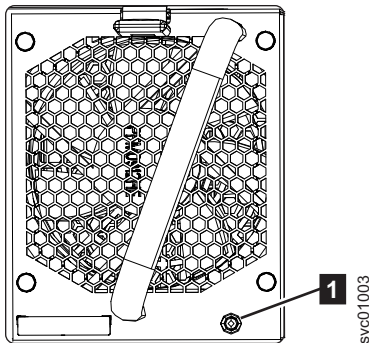

图 120. 风扇模块指示灯
1. 识别要更换的风扇模块。 风扇模块前部的淡黄色指示灯（图 120 中的 **1**）点亮时，表示发生故障。